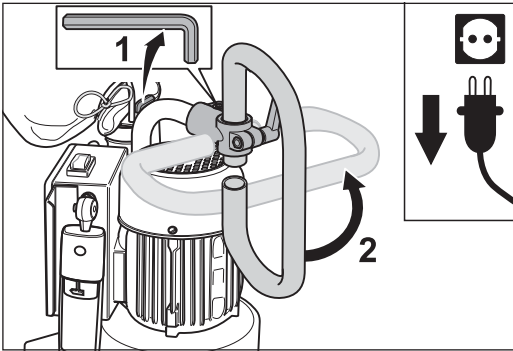

Abb. 20 Die Schraube am Klemmstück lösen (1) und das Klemmstück um 90° drehen (2).
- 3 Lösen Sie mit dem mitgelieferten Innensechskantschlüssel die Schraube am Klemmstück des Rohrbogens (Abb. 20, 1) und drehen Sie das Klemmstück um 90° (Abb. 20, 2).